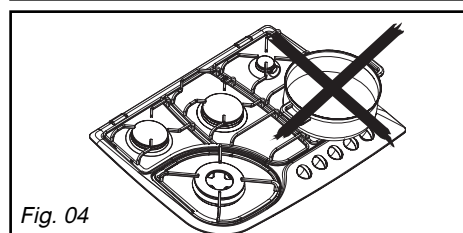

Fig. 04
– N'utilisez pas de récipients qui recouvrent partiellement les manettes (Fig. 04).